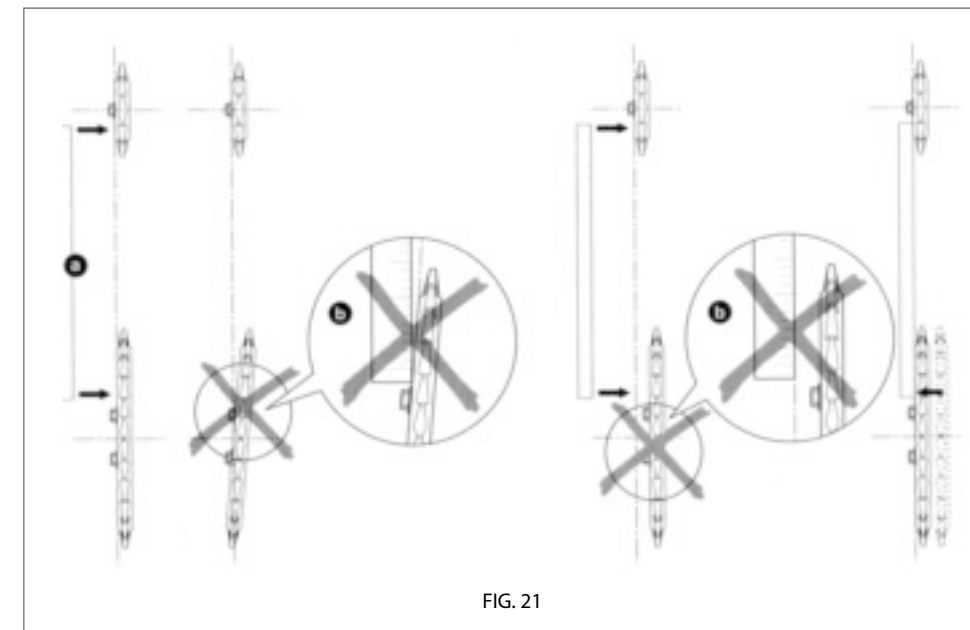

FIG. 21
2. Verificare che non si evidenzino scostamenti rispetto al fianco esterno del pignone (max 1mm/0,04" - fig. 21);
2. Check that the gap between the bar and the front sprocket is lower 1mm/0,04" (fig. 21);